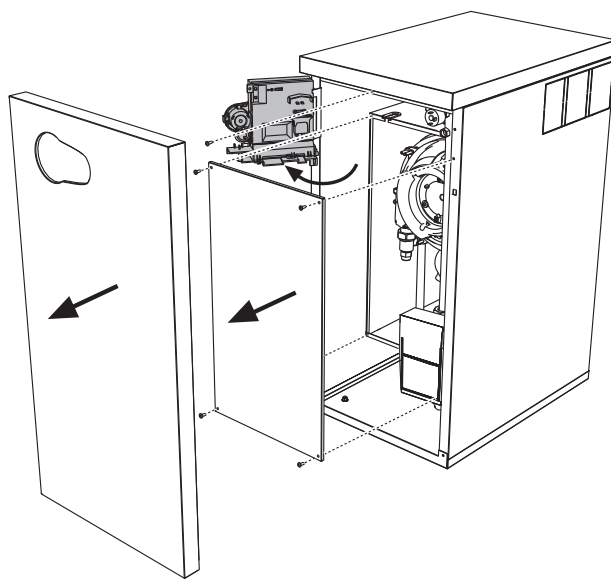

fig. 22
2. Quite el panel frontal y el panel de la cámara estanca (fig. 22).
3. Desenrosque el tornillo y gire el panel de mandos (fig. 22).